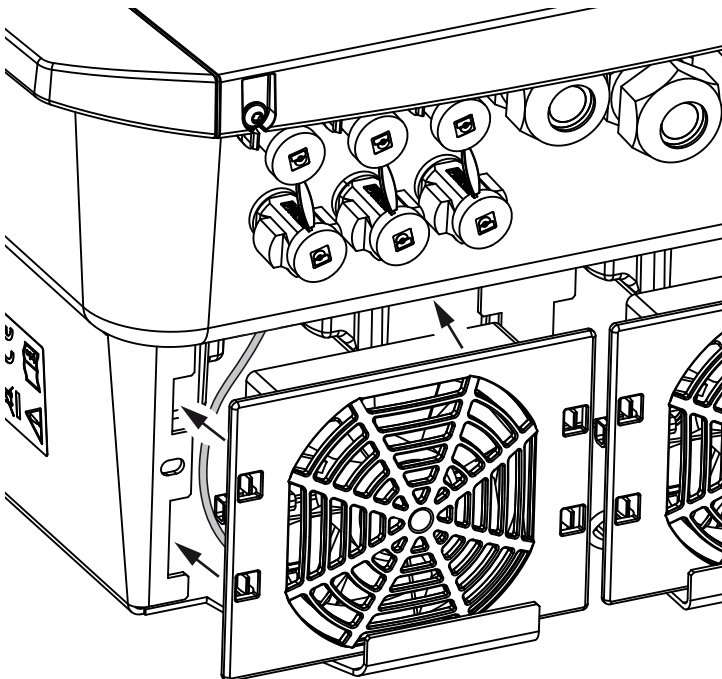

Abb. 76: Lüftereinbau
- dass der Lüfter richtig in den Lüfterrahmen eingebaut wurde (Luftstromrichtung).  **Abb. 76**